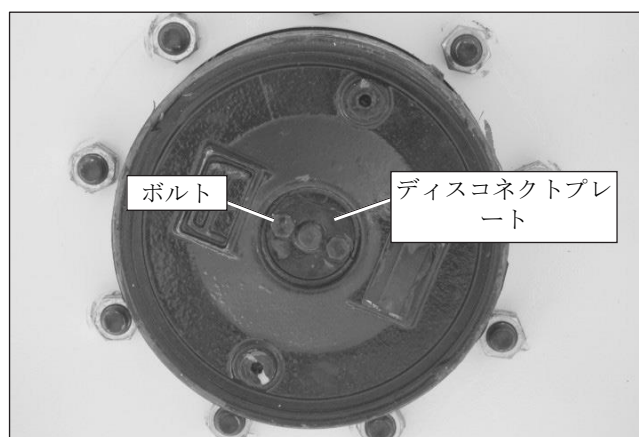

図 10.6 - 駆動輪
10. 各駆動輪のところにあるディスコネクトプレートから2本のボルトを外します (図 10.6 を参照)。突起部が内側を向くようにプレートを裏返します。2本のボルトを元どおり取り付けます。